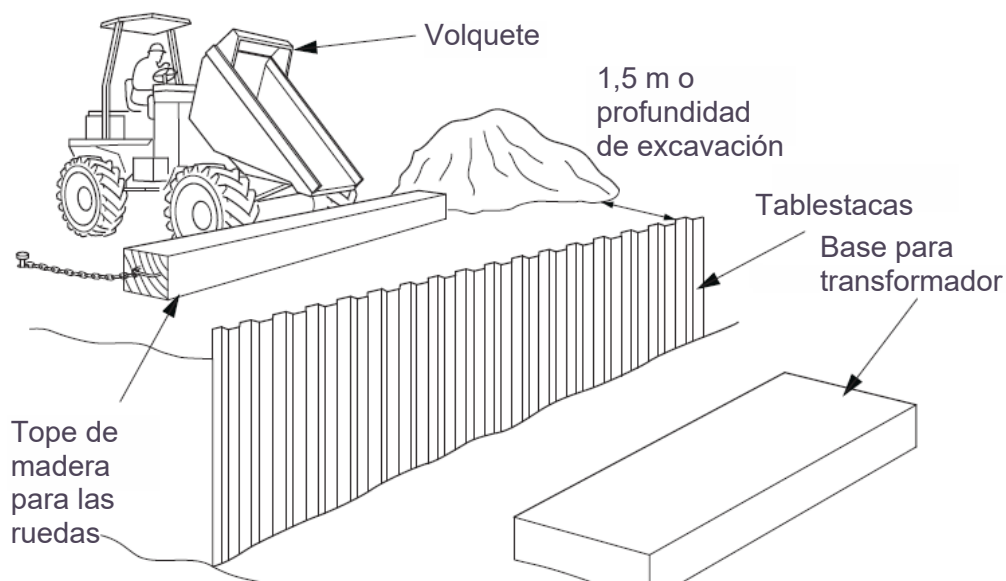

Fig. 3
- 5) Para evitar que los vehículos, por ejemplo, los camiones volquete se vuelquen en la excavación debería facilitarse un tope para las ruedas. Véase fig. 3
- 1) Deberían existir paradas de vehículos para evitar que estos accedan a la excavación por error. Véase fig. 3